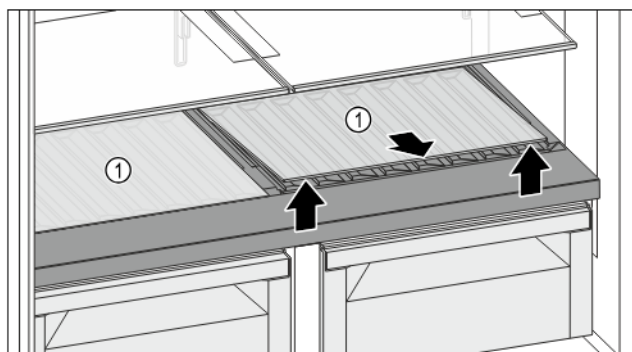

Fig. 113
- Jedną lub obojdwu płyt szklanych Fig. 113 (1) podnieść z przodu przy zagłębieniu i wyciągnąć.
- Przechować płytę(y) szklaną(e) Fig. 113 (1) w bezpiecznym miejscu poza urządzeniem.